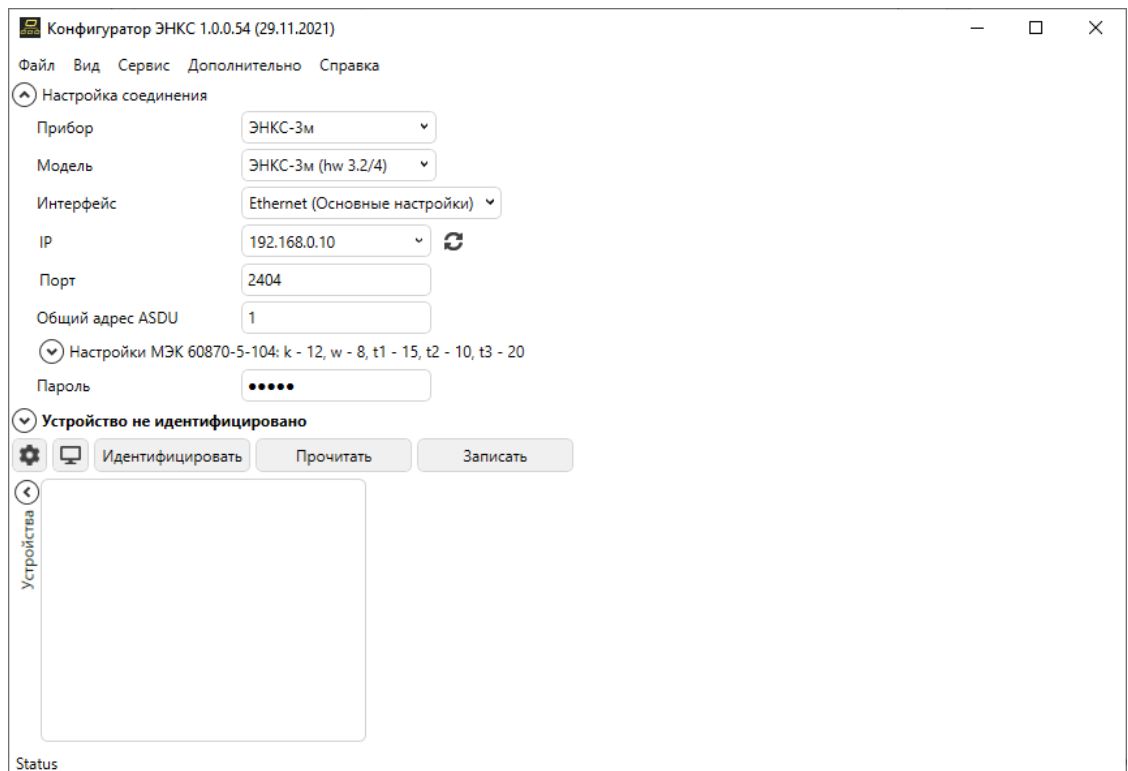

Рисунок 4.3. Окно настроек подключения по Ethernet
2) Ethernet (подключение по сети через Ethernet) (рис. 4.3).